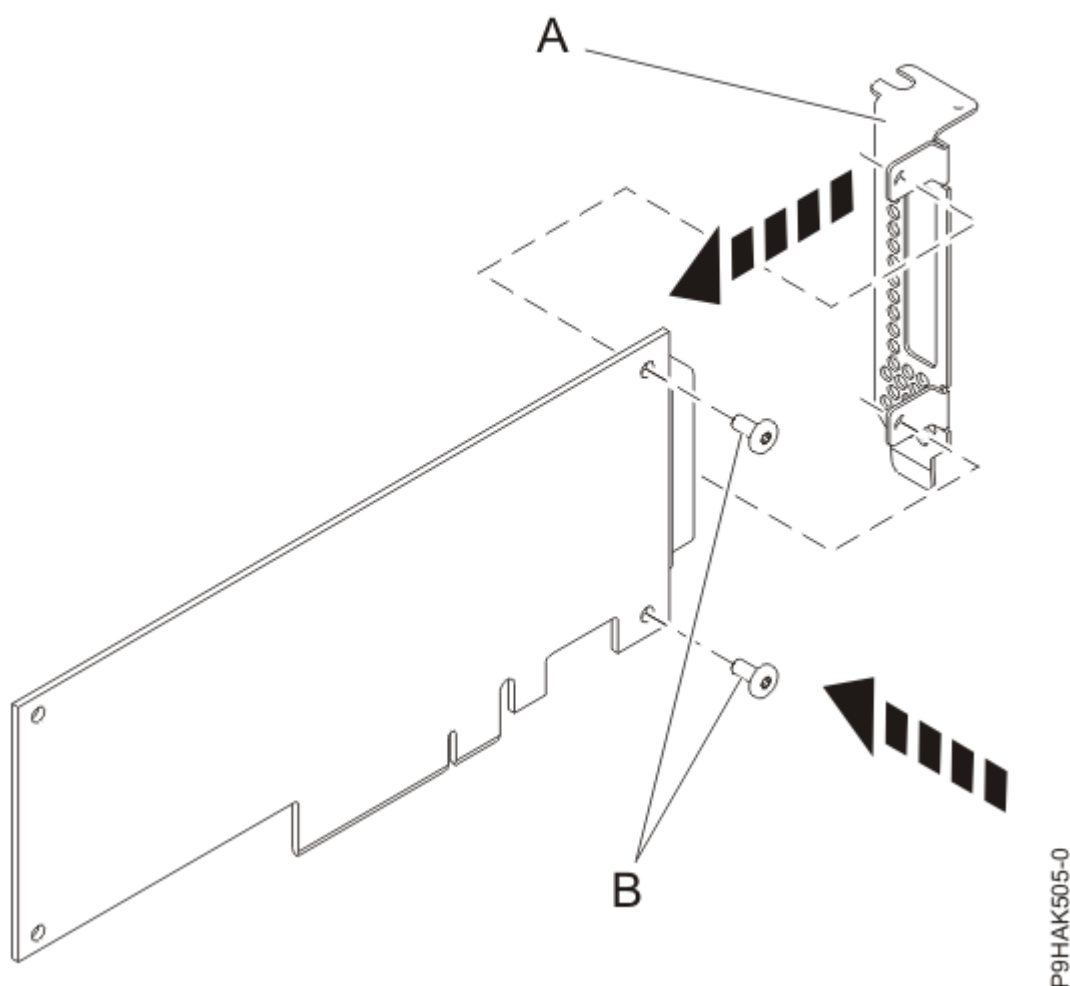

Figura 48. Fixació de la contrapunta de perfil baix a un adaptador
14. Mitjançant un tornavis Phillips i els dos cargols de retenció **(B)**, fixe la contrapunta **(A)** de l'adaptador que falla a l'adaptador nou, tal com es mostra a la Figura 48 a la pàgina 73.